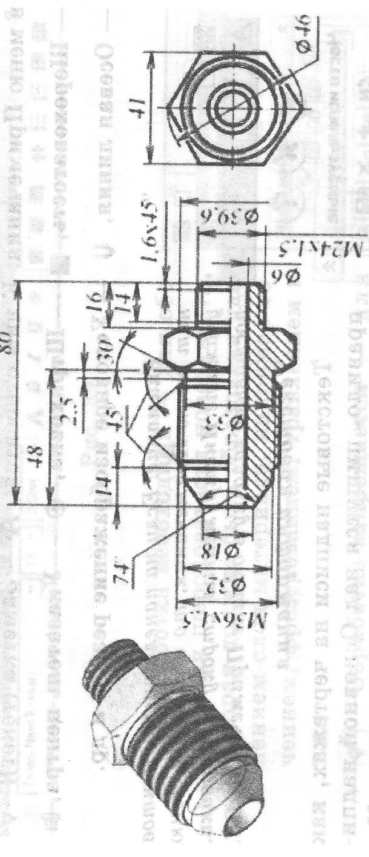

Рис. 37 (окончание)
- Нанесение размеров от базы 1 (Торец 2) Участок А (рис. 37, д-м).**